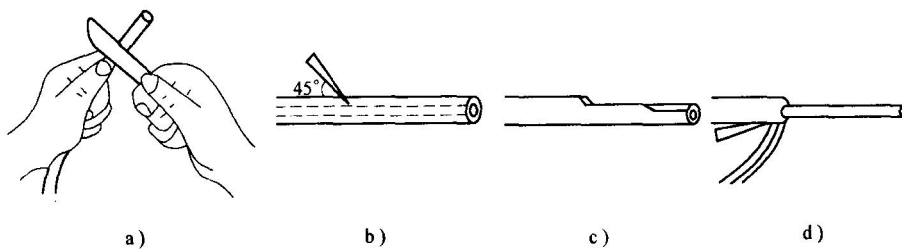

图 8-4 电工刀剖削塑料硬线绝缘层
①根据所需线头长度用电工刀以约 45° 角倾斜切入塑料绝缘层，注意用力适度，避免损伤芯线。
②然后使刀面与芯线保持 25° 角左右，用力向线端推削，在此过程中应避免电工刀切入芯线，只削去上面一层塑料绝缘。
③最后将塑料绝缘层向后翻起，用电工刀齐根切去。操作过程，如图 8-4 所示。